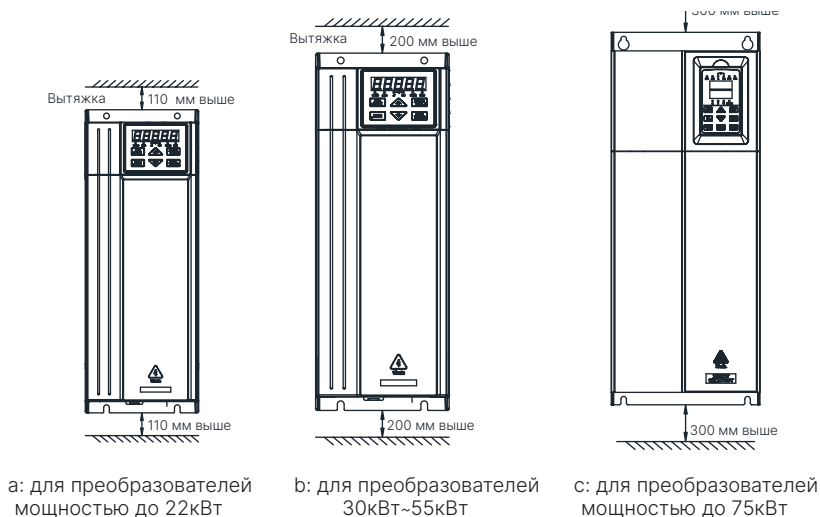

Рис. 3-1 Монтажные размеры
2. Минимальные требования к монтажному пространству и расстояниям см. на Рис. 3-1.